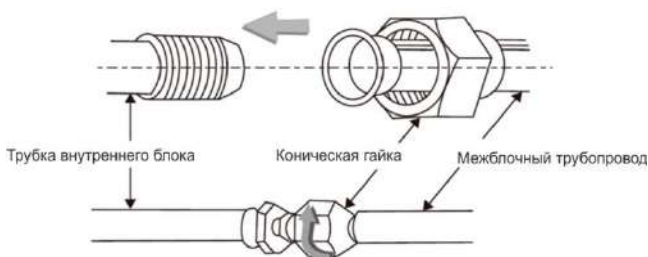

Рисунок 7
2. Подсоедините межблочный трубопровод к внутреннему блоку: затяните коническую гайку вручную, затем затяните ее гаечным ключом, как показано на рисунке (см. рис. 7).